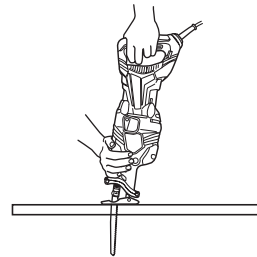
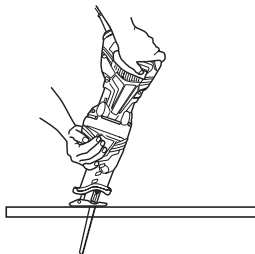

Fig. 28
Fig. 29
- (3) Sujete el cuerpo firmemente hasta que la hoja de sierra penetre completamente dentro del material (Fig. 28, Fig. 29)